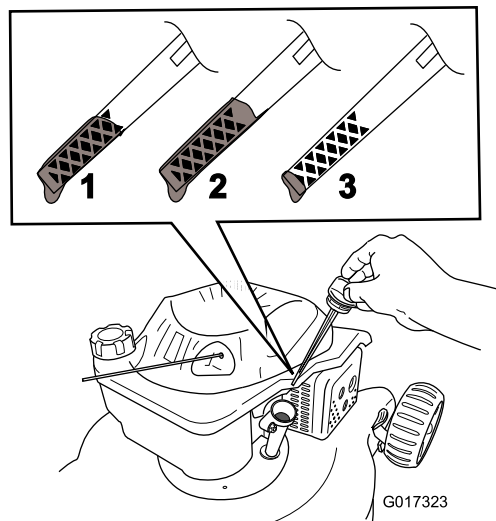

Figura 36
4. Retire la varilla (Figura 36).
- Observe en la varilla el nivel de aceite (Figura 36).